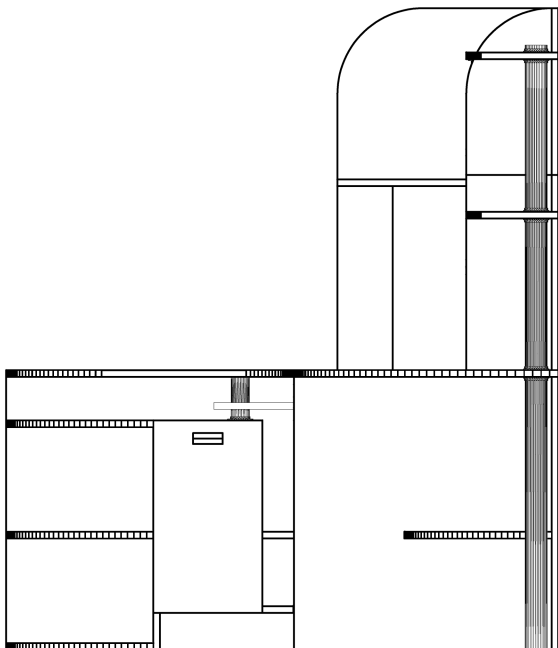
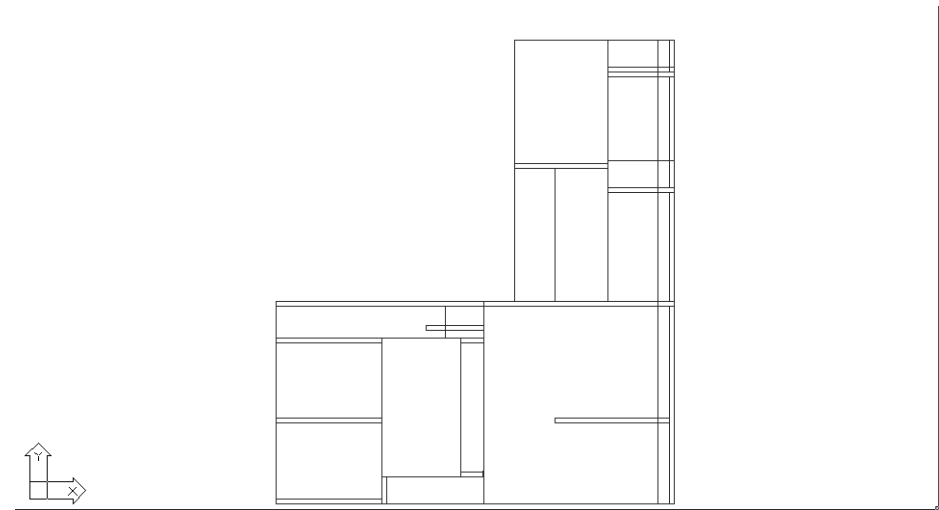

Рис. 8.40 ▼ Эталонный вид справа рабочей зоны
Рис. 8.41 ▼ Основные объекты вида справа сформированы
3. Руководствуясь рис. 8.40, а также рис. 5.1 и 8.1, выполните обрезку пересекающихся линий, сформировав вид справа (рис. 8.41).
4. Выполните сопряжение закругленных верхних частей с радиусом 232 мм (на рис. 8.40 кажется, что радиусы разные, однако это лишь обман зрения) и завершите формирование верхних частей полок (вам понадобится начертить две дополнительные линии, а также обрезать сопряженный контур верхней части боковой стенки, который должен быть скрыт за полкой).
6. Вставьте блок **Опора 50**, используя в качестве точки вставки верхнюю точку оси опоры (см. рис. 8.41). Для устранения эффекта «прозрачности» подставки под клавиатуру вам понадобится расформировать вставленный экземпляр блока, а затем вырезать сегменты вертикальных линий опоры, которые находятся внутри контура подставки. Завершив обрезку, удалите центральную линию опоры.